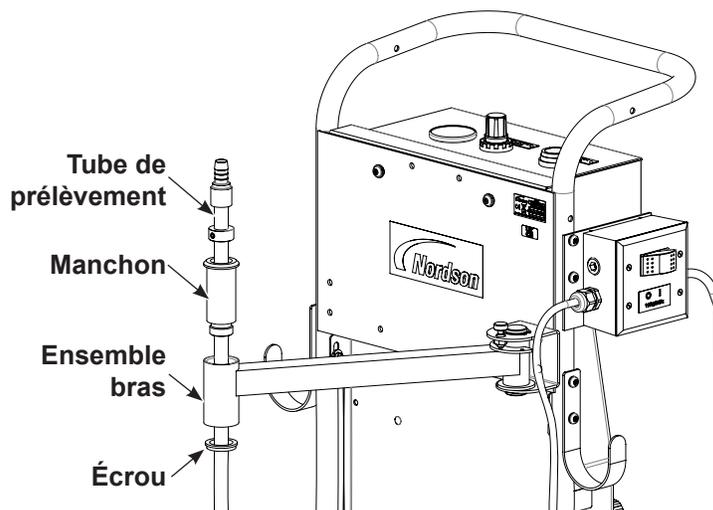

Figure 6 Installation du tube de prélèvement dans l'ensemble bras
7. Voir la Figure 6. Installer le manchon dans l'ensemble bras et serrer l'écrou à la main pour maintenir le manchon en place. Ensuite, utiliser une clé pour serrer l'écrou d'un quart de tour.